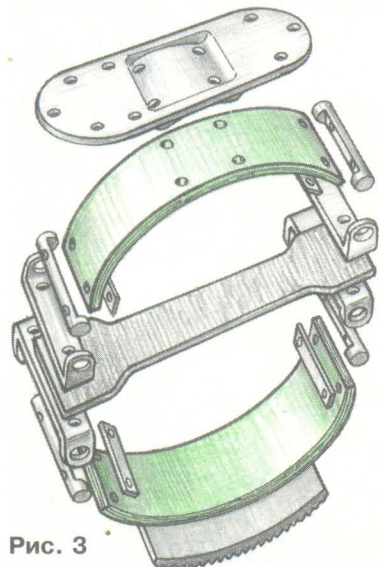

Рис. 3
Самые лучшие амортизаторы — это, конечно, особым образом подготовленные многослойные пластины (рис. 3). Отличным материалом может послужить листовая стеклотекстолит толщиной 1 мм, набранный в пакет общей толщиной 10...12 мм. Разумеется, каждой пластине необходимо предварительно придать дугообразную форму с радиусом 200...250 мм. Между собой пластины склеивают эпоксидно-диановым клеем (обязательно с пластификатором), на оправке. После выдержки в течение 2...3 суток края их обрабатывают ножовкой, напильником и тщательно зачищают наждачной бумагой.
3. Способы крепления горизонтальных планок к столбам (см. рис. 3).